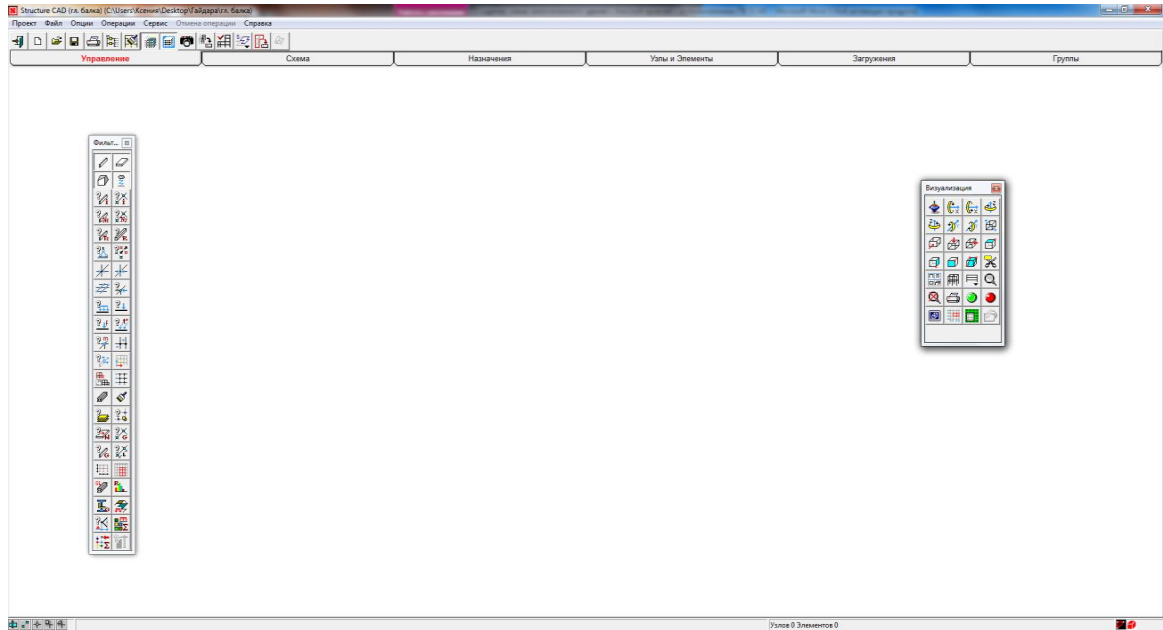

Рисунок 2.7 - Рабочее окно препроцессора
7. Для начала работы по созданию расчетной схемы, курсор подводится к пиктограмме  с названием **Расчетная схема** и нажимается левая кнопка мыши. В результате откроется рабочее окно SCAD, состоящее из **панели Меню**, **Инструментальной панели** и **Панели вкладок** (рис.2.7).